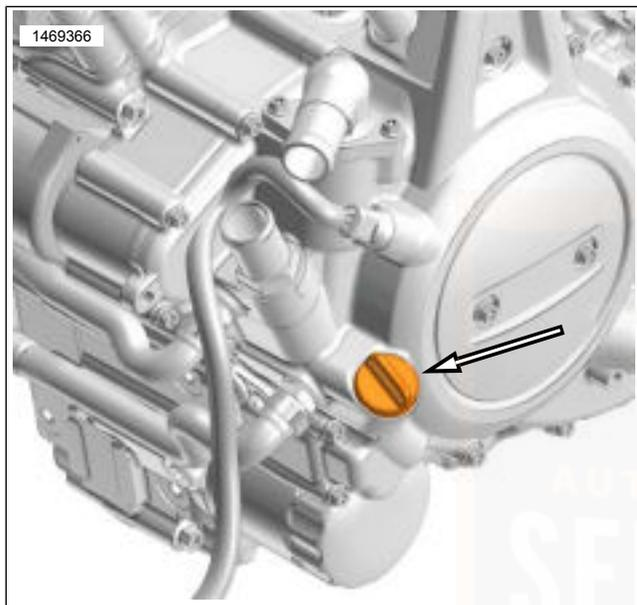

Abbildung 42. Motoröl-Einfüllverschlussstopfen/Ölmesstab
- a. Siehe Abbildung 42. Einfüllverschlussstopfen/Ölmesstab entfernen.